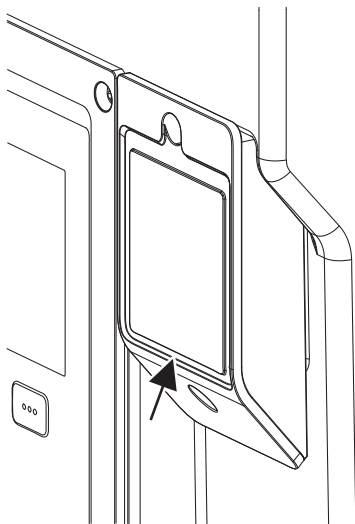

Fig. 28: A Wilo-Smart Connect BT modul burkolata
1. Lazítsa meg a Wilo-Smart Connect modulborítás (Fig. 28) csavarját, és nyissa ki a burkolatot.
A kialakítás miatt a Wilo-Smart Connect BT modul csak egy helyzetben dugható be. A modul további rögzítésére nem kerül sor. Az elektronikamodul felső részén található Wilo-Smart Connect modulburkolat (Fig. 28) rögzíti a modult az interfészben.